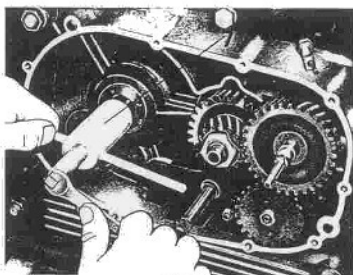

Fig. 76.
- sull'albero primario l'anello interno del cuscinetto a rullini adoperando apposito attrezzo n° 10908300 (7 di fig. 76);